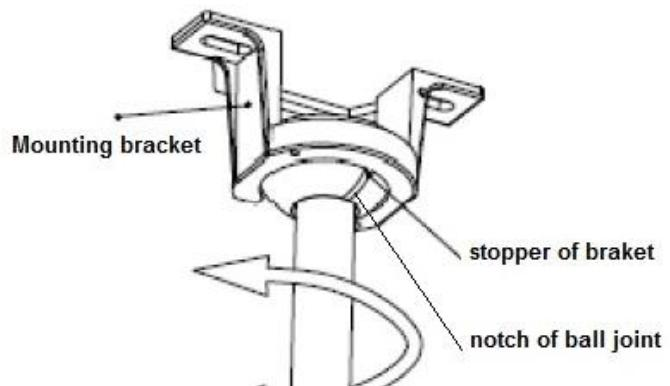

Fig. 5
- Zorg ervoor dat inkeping van het kogelgewicht op de stop van de montagebeugel gepositioneerd is, om te voorkomen dat de venilator begint te draaien. Fig. 5